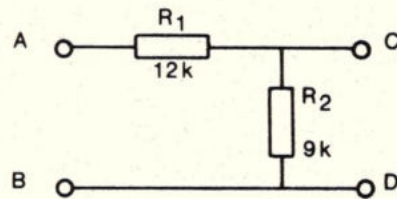

Fig. 3.
2. Als men tussen de klemmen C en D van fig. 3 een weerstand Rx aansluit, is de vervangingsweerstand, gemeten tussen de klemmen A en B, óók Rx. Bepaal de waarde van Rx